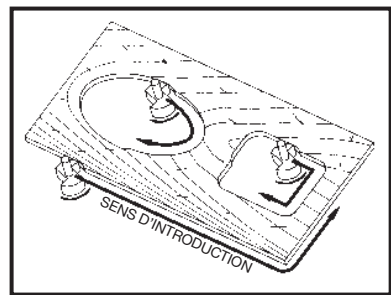

Fig. 5
Étant donné que le couteau tourne en sens horaire (lorsqu'on regarde la toupie depuis le dessus), la toupie doit être déplacée de gauche à droite alors que vous vous tenez debout face à l'ouvrage (voir Fig. 5). Lorsque vous travaillez à l'intérieur d'un gabarit, déplacez la toupie en sens horaire. Lorsque vous travaillez à l'extérieur d'un gabarit, déplacez la toupie en sens anti-horaire.
**▲ AVERTISSEMENT** Évitez la « coupe à contre-sens » (coupe en sens opposé à celui montré dans la Fig. 5). Celle-ci augmente les possibilités de perte de contrôle et peut causer des blessures. Lorsque la « coupe à contre-sens » est requise (pour reculer autour d'un coin), redoublez de prudence afin de maintenir le contrôle de la toupie.